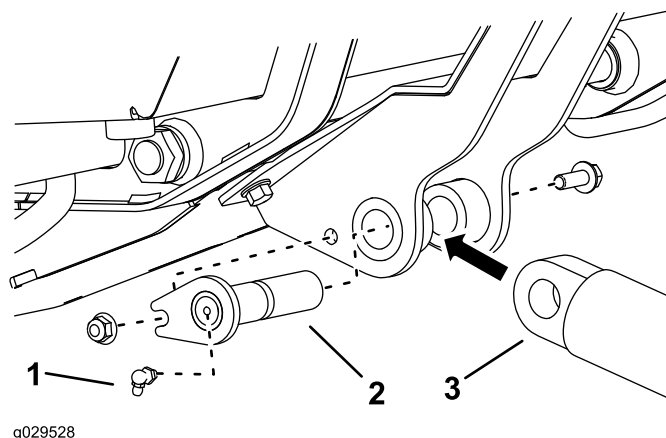

Figura 6
- Monte el extremo libre del cilindro hidráulico en el soporte del cilindro con el pasador de pivote del soporte del cilindro, un perno (3/8" x 1") y una tuerca (3/8"), según se muestra en Figura 6.
- Enrosque un engrasador en el extremo del pasador de giro, según se muestra en Figura 6.